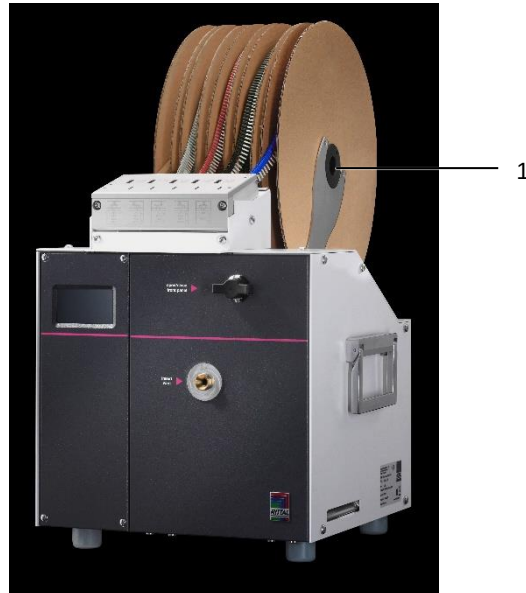

Fig. 8: Posisjon endehylserull
- Sett opp endehylserullene (fig. 8, pos. 1) slik at avrulling nedenfra og framover er sikret.